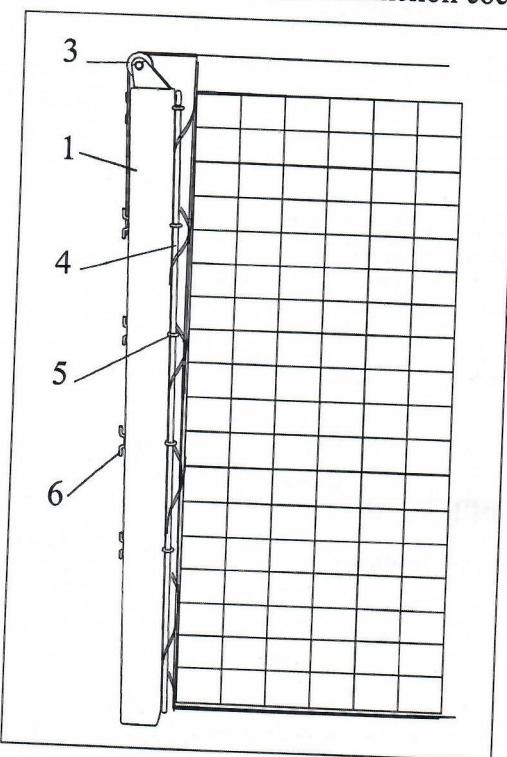

Рис. 1
- верхний трос сетки перекинуть через ролик 3 пассивной стойки 1 и затянуть на одном из крючков (утке) 6, в зависимости от длины троса (см. рис. 1).
- закрепить сетку к стойкам при помощи шкворней 4, продевая сверху вниз шкворни в кольца 5 стоек, попутно нанизывая петли сетки (рис. 1,2).